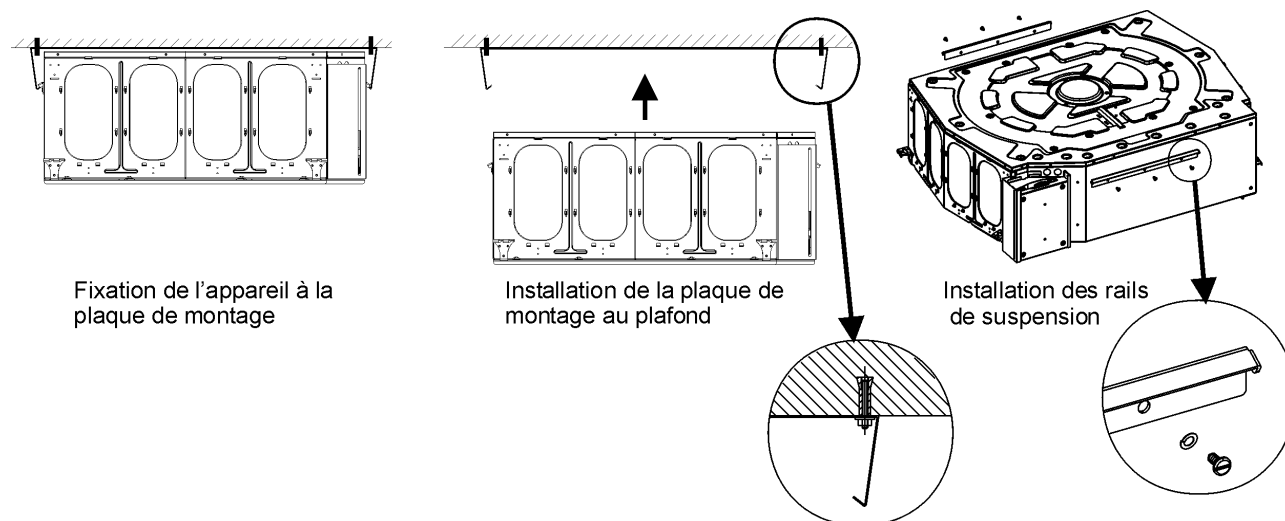

Fig. 6. Suspension de l'unité intérieure sur une plaque de montage
- B. Installer deux rails de suspension sur l'appareil avec 3 vis chacun (cf. fig. 6).
- F. Lever l'unité et la faire glisser sur la plaque de montage (cf. fig. 6).